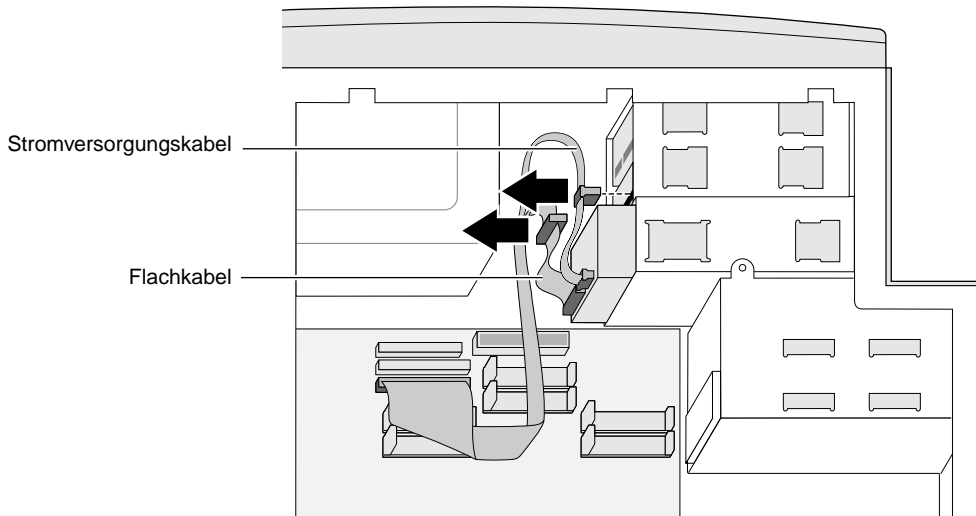

Abbildung 4-7 Trennen der Kabel von einem Wechselplatten-Laufwerk
4. Entfernen Sie wie in Abbildung 4-7 die Stromversorgungs- und Flachkabel von der Rückseite des Laufwerks.